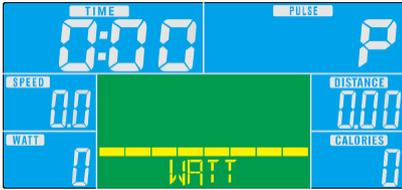

図 19
8. WATT を選択した場合(図 19)、どの状態でも、“スタート/ストップボタンを押してから、“リセット”ボタンを押して、メイン画面に戻る必要があります。在 MANUAL 画面が点滅する際に、アップ (+) ボタンを4回押し、“WATT”モードに入り、モードボタンを押して、